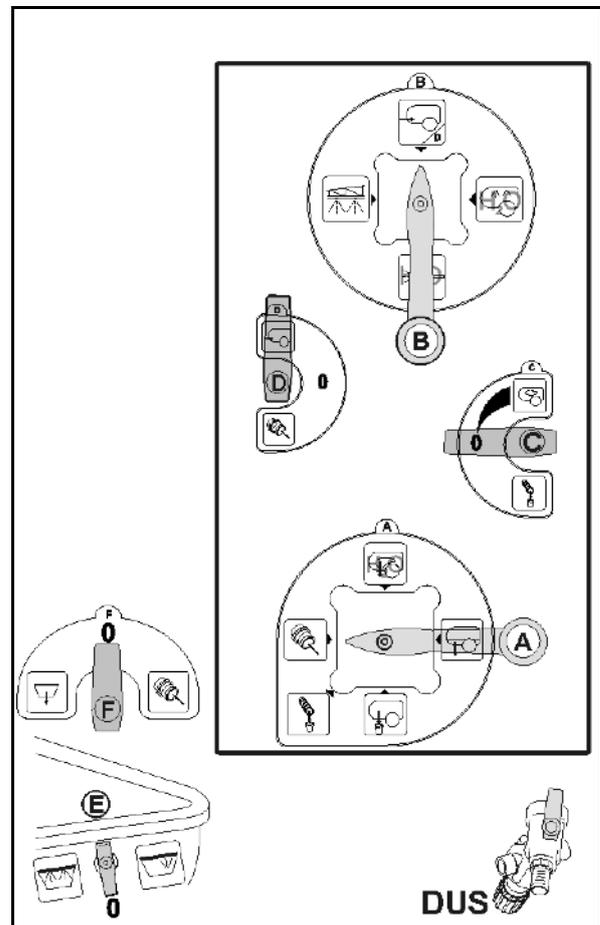

Fig. 151
Reinigen Sie den Saugfilter (Fig. 151) täglich nach dem Reinigen der Feldspritze.
1. Deckel des Saugfilters lösen (Fig. 151/2).
2. Deckel mit Saugfilter (Fig. 151/3) abnehmen und mit Wasser reinigen.
5. Deckel des Saugfilters lösen (Fig. 151/2).
6. Entlastungsventil am Saugfilter betätigen (Fig. 151/1).
7. Deckel mit Saugfilter (Fig. 151/3) abnehmen und mit Wasser reinigen.